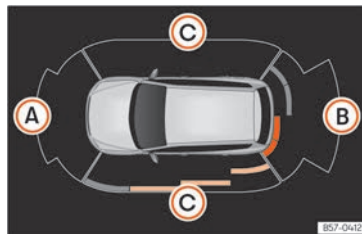

Abb. 136 Anzeige der Einparkhilfe auf dem Bildschirm des Infotainment-Systems.
Im Stoßfänger befinden sich Sensoren. Wenn sie ein Hindernis erkennen, weisen sie durch akustische und optische Signale im Infotainment-System darauf hin » (Abb. 136).
Um vollständig die Fahrzeugumgebung darstellen zu können, muss das Fahrzeug einige Meter nach vorn bzw. nach hinten bewegt werden. Die fehlenden Bereiche werden abgetastet und vorhandene Hindernisse in den seitlichen Bereichen des Fahrzeugs » (Abb. 136) (C).